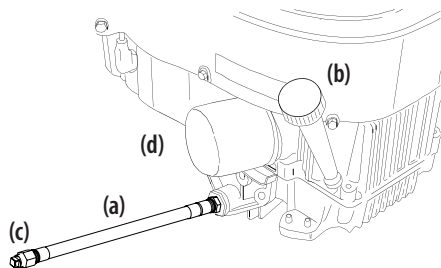

Figure 34
3. Tout en maintenant l'extrémité libre du tuyau de vidange d'huile au-dessus du récipient de récupération d'huile, dévissez le bouchon du tuyau à tête carrée (c) de l'extrémité du tuyau de vidange d'huile. Consultez la Figure 34. Vidangez l'huile moteur dans le récipient de récupération d'huile.